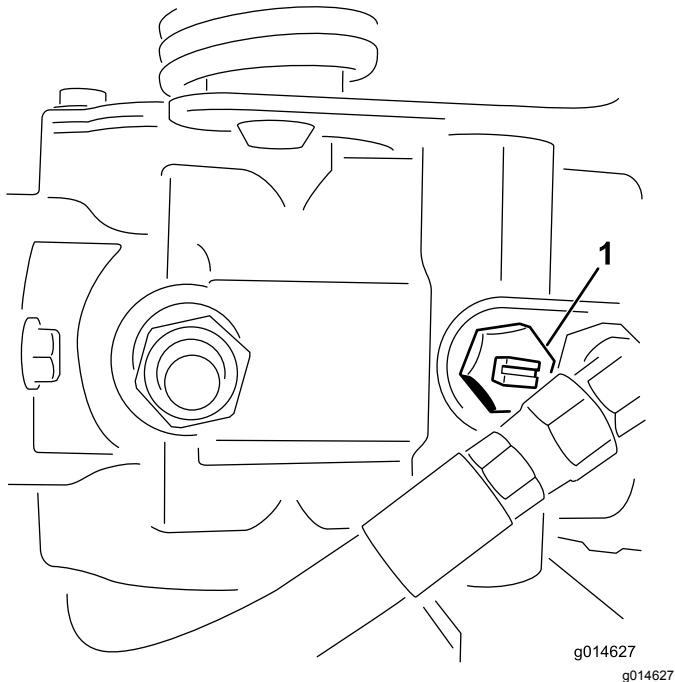

Bild 23
1. Ermitteln Sie das Sicherheitsventil an der Pumpe und drehen es so, dass der Schlitz vertikal ist (Bild 23).
2. Schließen Sie vor dem Starten des Motors das Sicherheitsventil. Drehen Sie den Schlitz des Ventils in die horizontale Stellung (**Bild 23**). Starten Sie den Motor nie, wenn das Ventil noch offen steht.